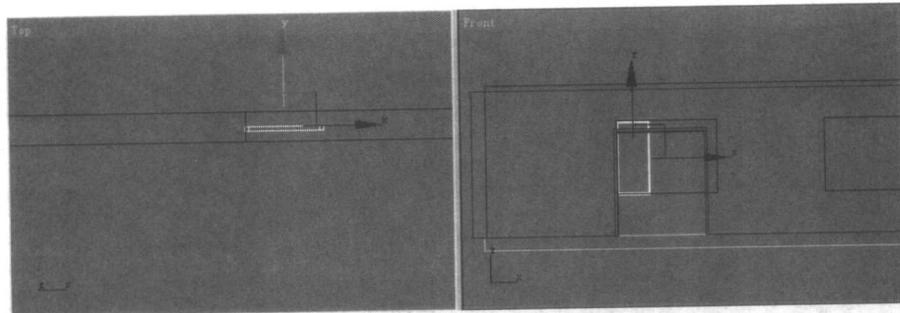

图 1-17 拉伸后的造型
**②** 在修改命令面板的 **Modifier List**(修改器列表)中选择 **Edit Spline**(编辑样条曲线)命令，单击 **Selection**(选择)卷展栏中的 **▲** 按钮，在 **Geometry**(几何体)卷展栏中设置 **Outline**(轮廓)的值为 30 并确认操作。
**③** 在修改命令面板的 **Modifier List**(修改器列表)中选择 **Extrude**(拉伸)命令，在 **Parameters**(参数)卷展栏中设置 **Amount**(数量)的值为 40，则拉伸后的造型如图 1-17 所示。